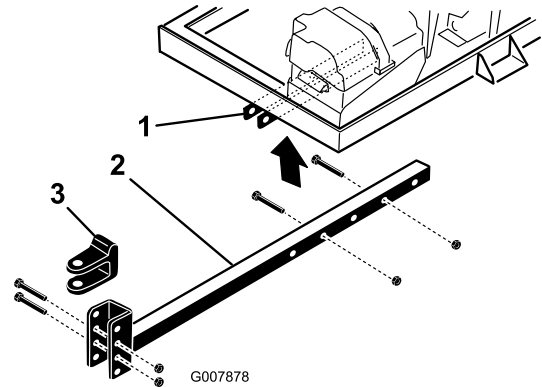

Figura 4
3. Introduzca la barra del enganche en los soportes del bastidor (Figura 4). Sujete la barra al bastidor con 2 pernos ( $\frac{3}{8}$ " x 3") y tuercas con arandela prensada ( $\frac{3}{8}$ ") y apriete las fijaciones a 40 N·m (30 pies-libra).
- Retire los pernos y las contratuercas que fijan la horquilla de enganche a la barra de enganche (Figura 4).